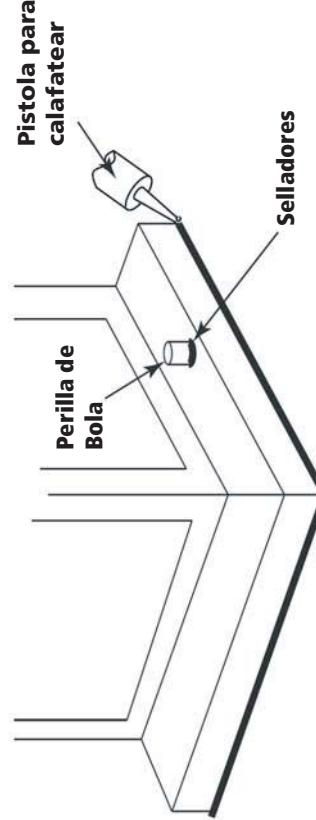

Figura 2
- Conecte el cable de alimentación positiva (**A**) (normalmente negro el lado no marcado suave del cable de dos conductores) de plomo accesorio positivo (**B**) con un giro de tamaño apropiadamente conectar - Vea la **Figura 2 y 3**.
Para conectar a tierra en un sistema eléctrico de 3 hilos, fije el cable de tierra del artefacto (**E**) (generalmente de cobre o verde recubierto de plástico) debajo de la cabeza de tornillo de tierra (**S**) en la brida de montaje accesorio (**M**) y conectar con el extremo suelto del cable de tierra lumínaria directamente al cable de tierra del sistema de construcción con un tamaño adecuado twist-connectores - Vea la **Figura 2**.
Loop alambre de tierra (**E**) (generalmente de cobre o verde recubierto de plástico) sobre la cabeza de tornillo de tierra (**S**) en la brida de montaje accesorio (**M**) y conectar con el extremo suelto del cable de tierra lumínaria directamente al cable de tierra del sistema de construcción con un tamaño adecuado twist-connectores - Vea la **Figura 2**.
Después asegurar fijo en su lugar, se recomienda que la distancia entre la parte superior y la base de montaje del accesorio se sellará con cualquier buen masilla impermeable de calidad o sellador de silicona (no incluido). También se recomienda que una pequeña capa de mastic o sellador de ser sometidos a los mandos de bolas utilizadas para montar accesorio - Véase la Figura 2.